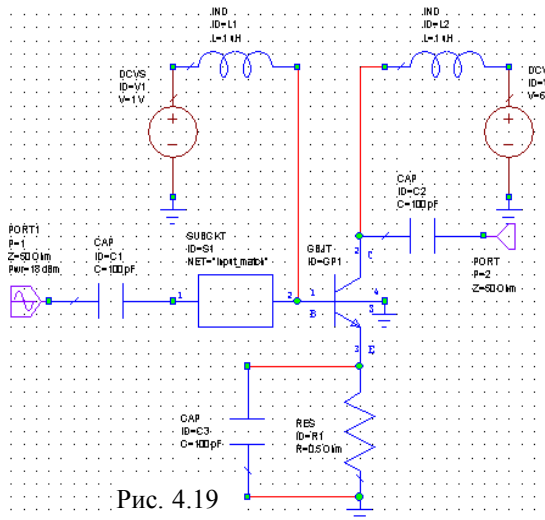

Рис. 4.19
- Нажмите левую кнопку мышки и подключите эти элементы к узлу **1** подсхемы **input match**, как показано на рис. 4.19.
- Нажмите клавишу **Shift** и, удерживая её, щёлкните левой кнопкой мышки по элементам **PORT1** и **CAP ID=C1**, чтобы выделить их. Установите курсор на один из выделенных элементов, нажмите левую кнопку мышки и подключите эти элементы к узлу **1** подсхемы **input match**, как показано на рис. 4.19.